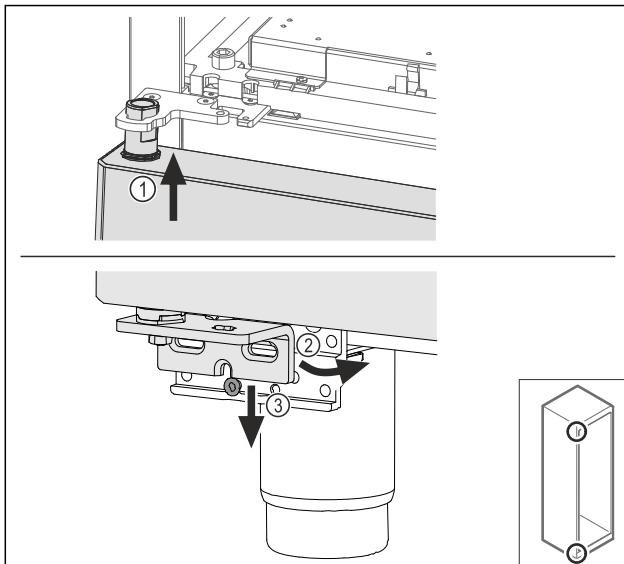

Fig. 68
- Наденете леко наклонената нагоре врата Fig. 68 (1), подравнете вратата напред Fig. 68 (2) и я поставете отдолу върху винта на опорна стойка Fig. 68 (3).